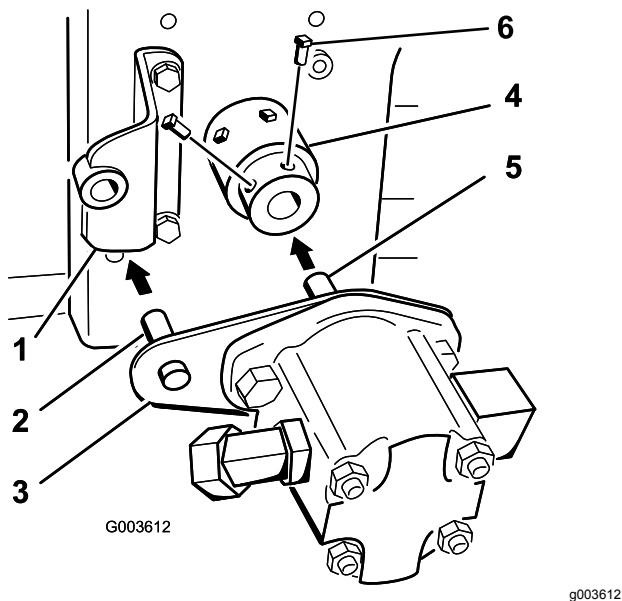

Bild 21
Hinweis: Die Hydraulikpumpenwelle berührt das Ende der Motorzapfwelle (Bild 21).
11. Schmieren Sie die zwei Stellschrauben ($\frac{5}{16}$ " x $\frac{3}{4}$ ") mit entfernbarem Gewindespermittle ein und setzen Sie sie in die Nabe ein, um die Hydraulikpumpenwelle zu befestigen (Bild 21).